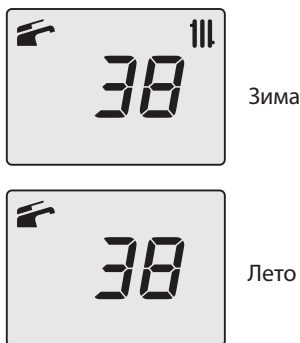

Рисунок 9.16
- Снова нажав одновременно в течение 10 секунд кнопки 12-13-14 (Рисунок 9.10), можно выйти из "режима трубочист" и вернуться к установленным ранее настройкам котла (Рисунок 9.16).